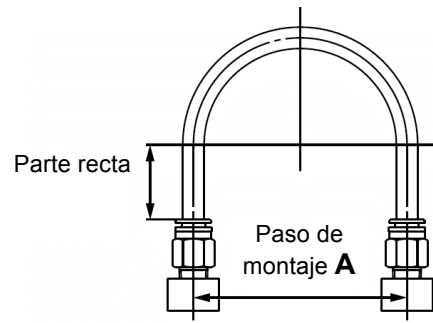

Figura 6
- Cuando conecte los tubos usando conexiones instantáneas, deje cierta longitud adicional de tubo, tal como se muestra en la Figura 6.